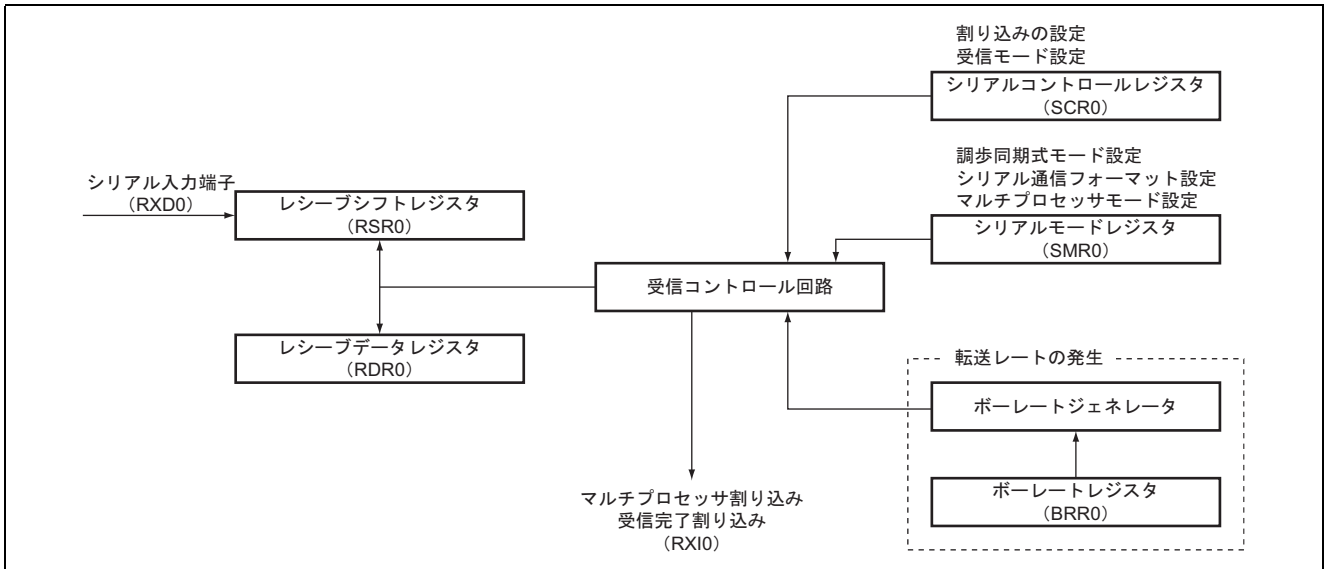

図 3 受信局 SCI ブロック図
- (b) 図 3 に本タスク例で使用する，受信局 SCI のブロック図を示します。本タスク例では，SCI の以下の機能を使用して受信を行います。